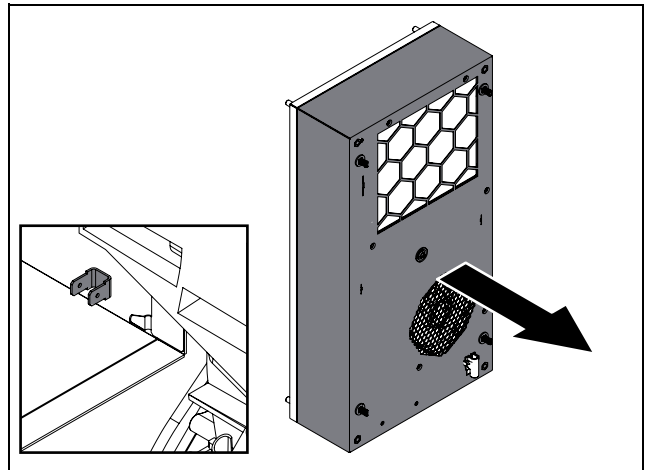

Abb. 61: Schutzleiteranschluss (beispielhafte Darstellung)
- Stellen Sie vor dem vollständigen Aufsetzen der Haube sicher, dass der Schutzleiter korrekt am Flachstecker an der Haube angeschlossen ist (Abb. 61).